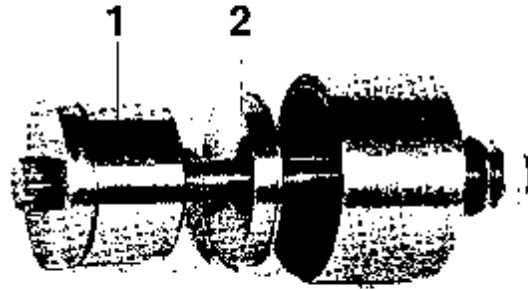

Abb. 28 Werkzeug 884489 für Aus- und Einbau der Kurbelwellenlager
1. Das alte Lager mit Hilfe eines Dorns heraus schlagen (1, Abb. 28) oder das Werkzeug 884489 verwenden.